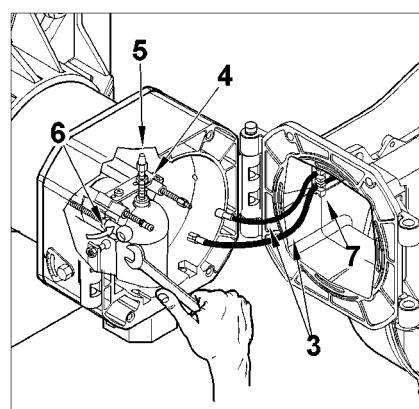
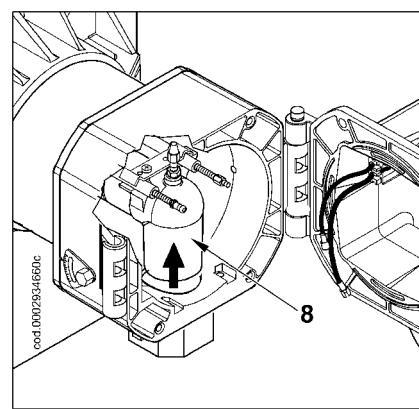
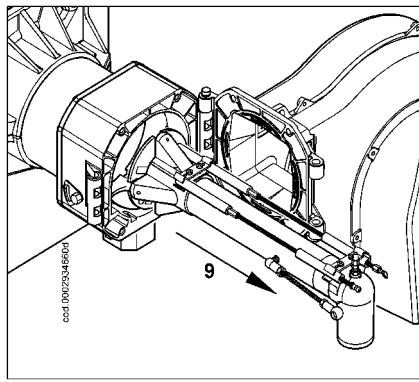

figura-2
figura-3
figura-4
Dopo aver sfilato i cavi di accensione e ionizzazione (3) dai terminali dei rispettivi elettrodi, svitare completamente il dado (4) e avvitare la vite (5), facendola avanzare all'interno del raccordo mandata gas (8) di figura 3 per un tratto sufficiente a garantire il successivo smontaggio del gruppo miscelazione. Utilizzando la stessa chiave, agire sullo snodo sferico (6) nella direzione indicata dalla freccia sganciando la leva di avanzamento della testa di combustione (figura 2).
Sollevarre leggermente il raccordo mandata gas (8) (figura 3), e sfilare l'intero gruppo miscelazione nella direzione indicata dalla freccia (9) di figura 4. Completate le operazioni di manutenzione, procedere con il rimontaggio della testa di combustione, seguendo a ritroso il percorso sopra descritto, dopo aver verificato la corretta posizione degli elettrodi di accensione e di ionizzazione (vedi scheda 0002934690).
All'atto della chiusura del bruciatore, tirare delicatamente verso il quadro elettrico, mettendoli in leggera tensione, i due cavi di accensione e di ionizzazione, quindi sistemarli nelle apposite sedi (7) di figura 2. Questo eviterà che i due cavi vengano danneggiati dalla ventola durante il funzionamento del bruciatore.